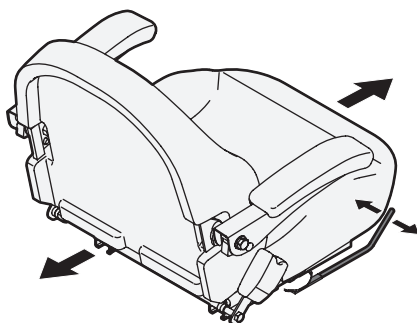

Figure 21
- Relâchez le levier. Assurez-vous que le siège est bien dans la bonne position et bloqué avant d'utiliser l'appareil. Voir Figure 21.